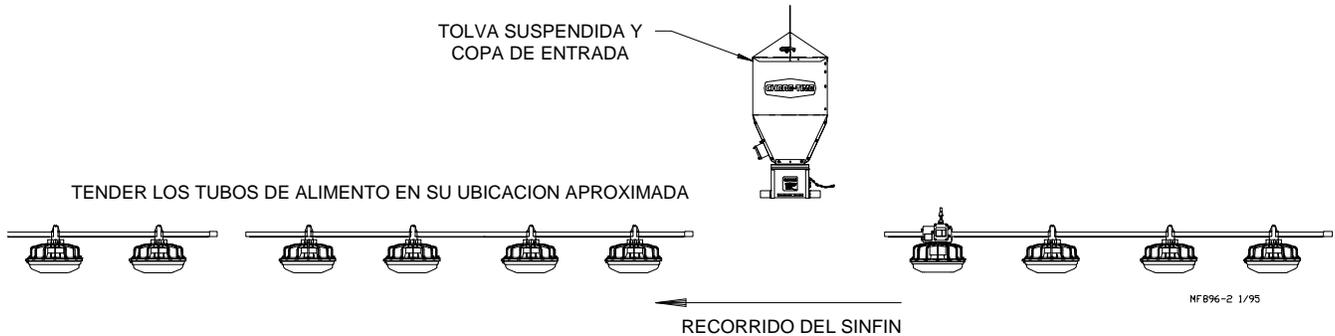

Figura 18. (Vista lateral: de pie afuera del circuito)
1. Colocar los tubos extremo con extremo en la ubicación final aproximada de la línea. Los tubos de comedero deben instalarse de tal manera que el extremo ensanchado de cada tubo apunte en sentido opuesto al recorrido del sinfín. Ver la **Figura 18**.